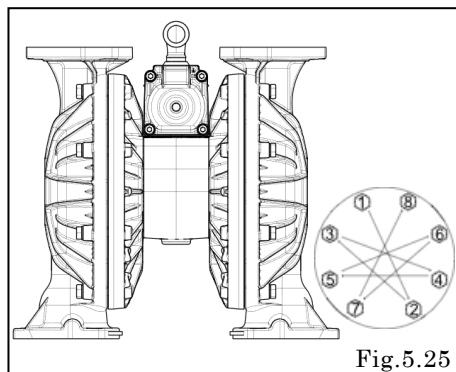

Fig.5.25
- ・ 前述の「アウトチャンバー取付ボルト締め付トルク」の表を参照し、締め付ける。〔Fig.5.25〕